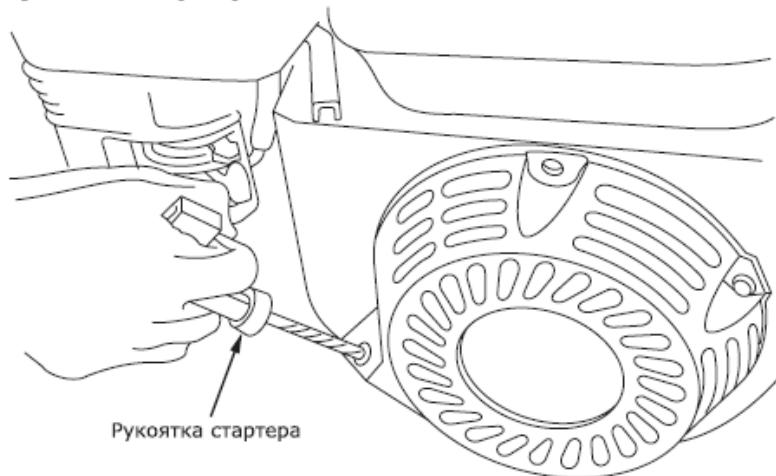

Рис. 9 – Ручной стартер
- Поставьте выключатель зажигания в положение «ВКЛ» (рис. 9).
ВНИМАНИЕ! Ни в коем случае нельзя производить пуск при работающем двигателе. По мере прогрева двигателя постепенно передвиньте рычаг воздушной заслонки в положение «Открыто». Число оборотов двигателя и соответственно производительность двигателя регулируется изменением положения рычага дроссельной заслонки (рис. 9).